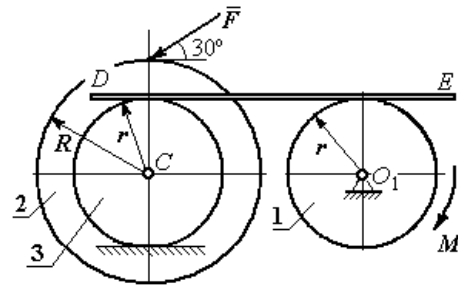

Рис. 5.9. Схема движения механической системы
**Задача 58.** Горизонтальный желоб  $DE$  опирается на блок 1 и на каток 3 одинакового радиуса  $r$  (рис. 5.9). Блок 1 весом  $P_1$  вращается вокруг неподвиж-